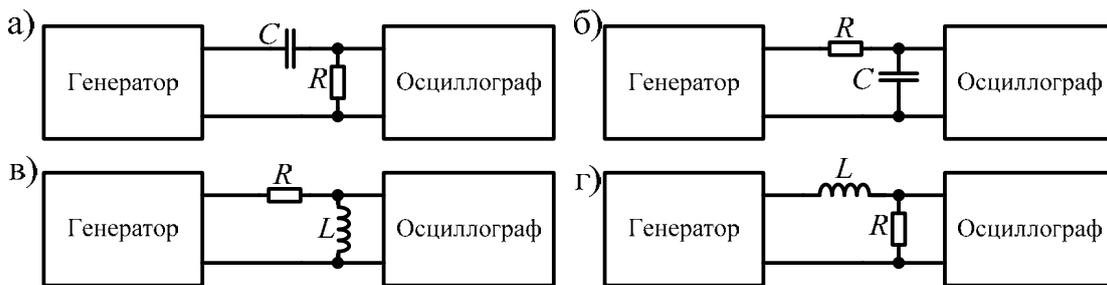

Рисунок 11.1 – Схемы интегрирующих и дифференцирующих цепей
11.1.2 Ознакомиться со схемами опытов, представленными на рисунке 11.1. Рассчитать сопротивление  $R$  и постоянную времени  $\tau$  для дифференцирующей  $RC$ -цепи (см. рисунок 11.1, а), принимая емкость конденсатора в цепи равной  $0,2 \text{ мкФ}$ , учитывая условие дифференцирования
11.1.3 При тех же параметрах входного сигнала рассчитать емкость конденсатора и постоянную времени интегрирующей цепи, учитывая условие интегрирования (см. рисунок 11.1, б)
11.1.4 Исследовать интегрирующие и дифференцирующие RL-цепи (см. рисунок 11.1, в, г). Учтеь, что в экспериментах с RL-цепью доступным для изменения остается лишь параметр  $R$ . Условия дифференцирования и интегрирования аналогичны (11.1) и (11.2) соответственно, если учесть, что постоянная времени RL-цепи определяется как  $\tau = L/R$ . Заполнить таблицу 11.1.